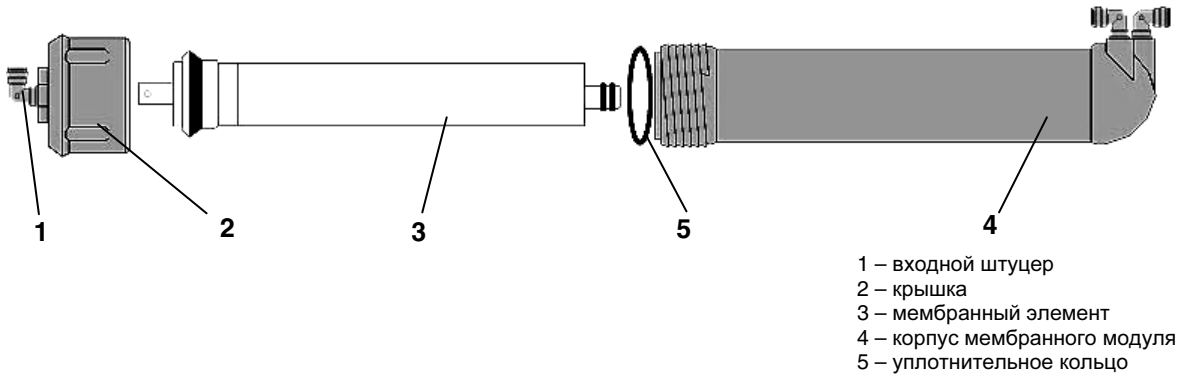

Рисунок 6. Блок обратного осмоса
6. Элемент сменный мембранного типа (мембранный элемент), производительностью 50 галлонов в сутки (Рис. 6, поз.3)	1 шт.
5.4 Установка мембранного элемента в корпус (Рис. 6)